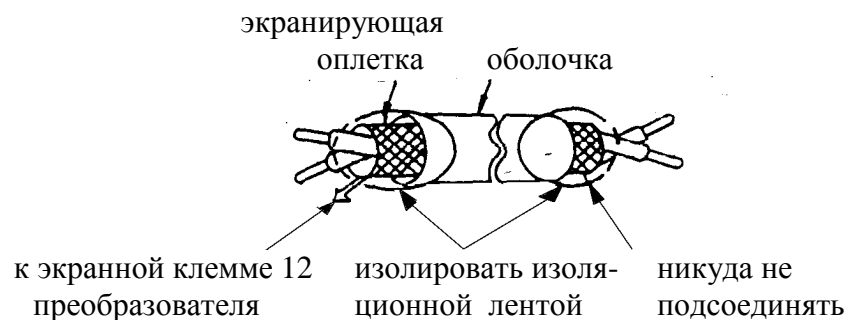

Рис. 7. Подсоединение экранированного провода
**(2) Предосторожности при подсоединении цепей управления.**
- Используйте скрученные экранированные или скрученные попарно экранированные провода для цепей управления. Подсоедините окончания экранной оплетки к клемме 12 преобразователя. На рис. 7 показан образец экранировки кабеля.